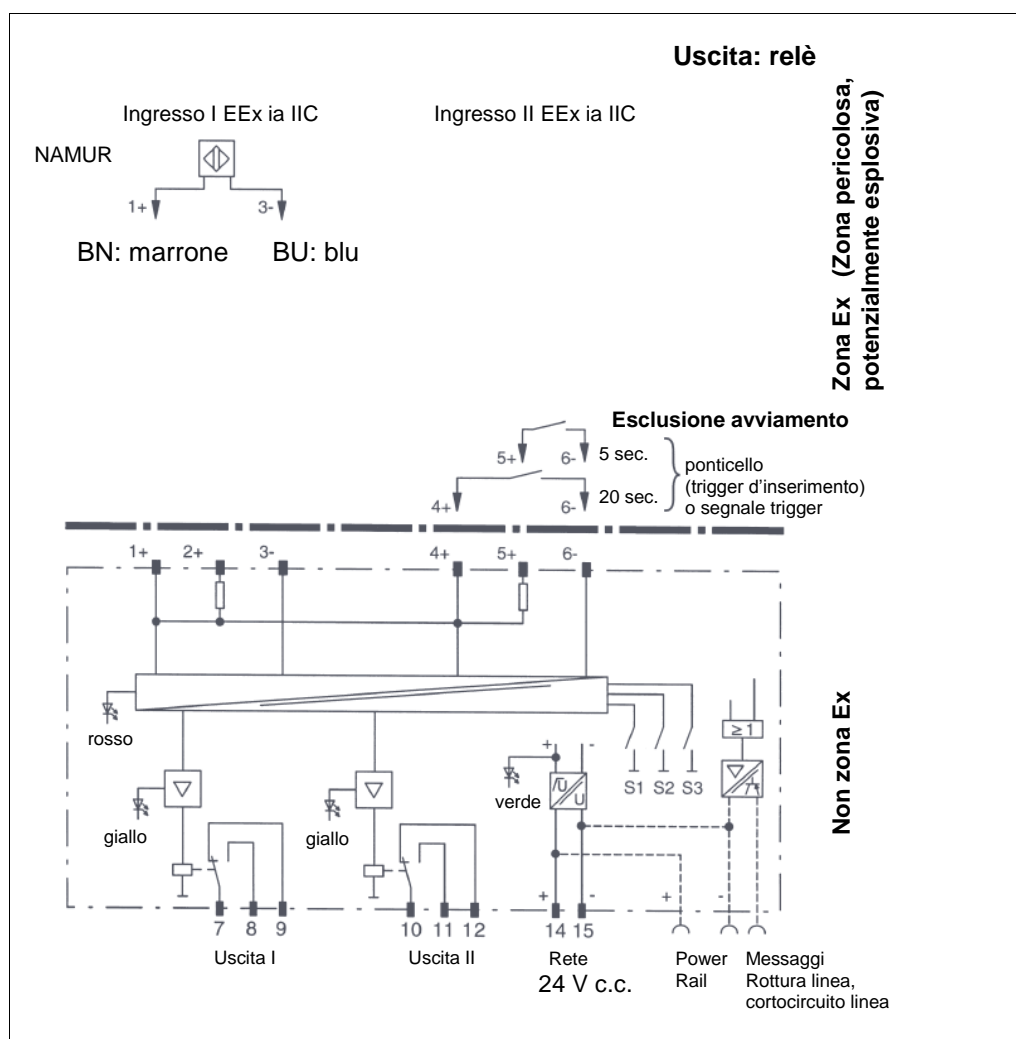

Figura 7
→ **Figura 7,**
- Verificare il cablaggio come illustrato nella **Figura 7**. Assicurarsi in particolare del corretto cablaggio della tensione di alimentazione!